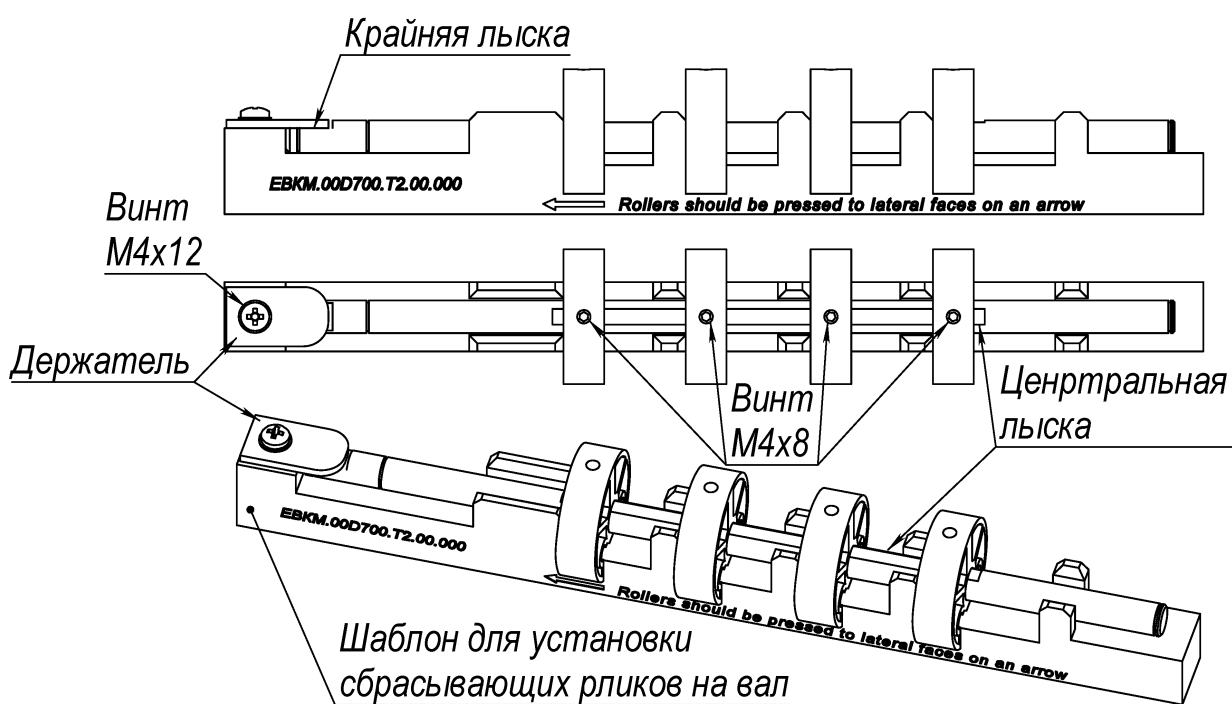

Рис. 81
8.23.2.4 Установить вал с роликами в шаблон как показано на Рис. 81.
8.23.2.5 Совместить держатель с крайней лыской вала и зафиксировать винтом М4х12 (см. Рис. 81).
8.23.2.6 Прижать к стенкам шаблона вал и крайний левый ролик по направлению стрелки (см. Рис. 81), зафиксировать ролик винтом М4х8 N0005, при этом убедиться, что крепежные отверстия расположены точно над центральной лыской вала. Внимание: на резьбу винта М4х8 N0005 нанести герметик Loctite 243.